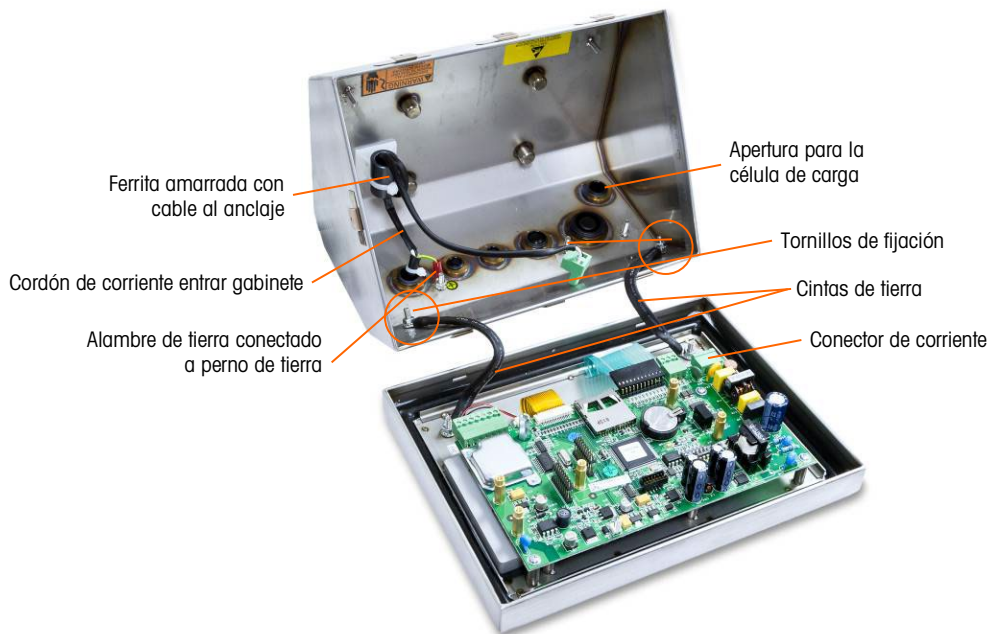

Figura A-4: Preparación para separar el panel frontal
1. Abra la caja como se detalla en la sección "Apertura de la caja". Para los pasos 3 a 10, consulte la Figura A-4:
1. Abra la caja como se detalla en la sección "Apertura de la caja". Para los pasos 3 a 5, consulte la Figura A-4: